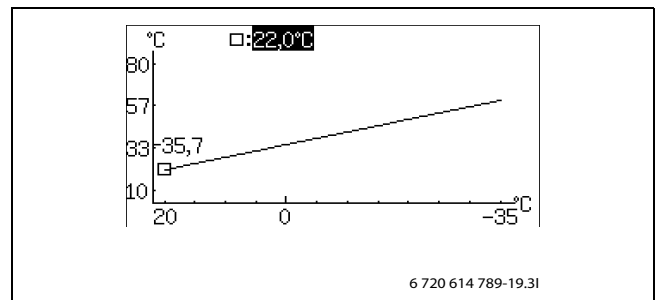

Bild 25
- Drehknopf bei markiertem Quadrat drehen, bis 0 °C markiert ist (→ Bild 25).